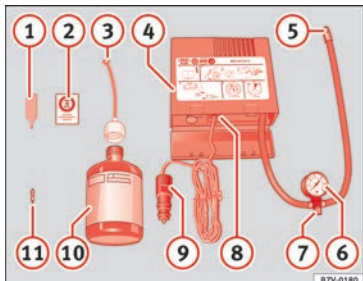

Fig. 67 Représentation standard : contenu du kit anticrevaison.
- Dévissez le capuchon et l'obus de la valve du pneu. Utilisez l'appareil » fig. 67 ① pour extraire l'obus. Placez-le sur une surface propre.
- Agitez fortement la bouteille de produit de colmatage des pneus » fig. 67 ⑩.
- Vissez le tuyau de gonflage » fig. 67 ③ sur la bouteille de produit de colmatage. Le
- Retirez le bouchon du tuyau de remplissage » fig. 67 ③, puis vissez l'extrémité ouverte du tuyau sur la valve du pneu.
- Placez de nouveau l'obus de valve sur la valve du pneu avec l'outil » fig. 67 ①.
- Vissez le tuyau de gonflage du pneu du compresseur » fig. 67 ⑤ sur la valve du pneu.
- Vérifiez si la vis d'évacuation d'air est serrée » fig. 67 ⑦.
- Branchez le connecteur » fig. 67 ⑨ à une prise de courant de 12 volts du véhicule » page 166.
- Raccordez le compresseur d'air au commutateur ON/OFF » fig. 67 ⑧.